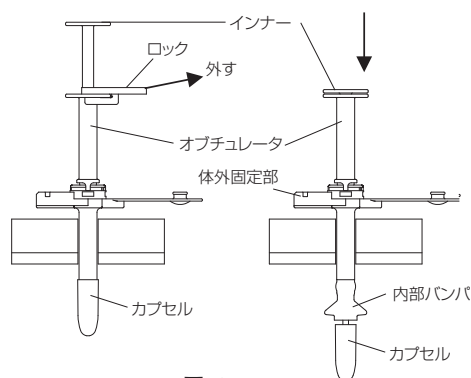

図13
5. オブチュレータのロックを外し、インナーを押し込んでカプセルを胃内に離脱させ、パンパを展開する。(図13)